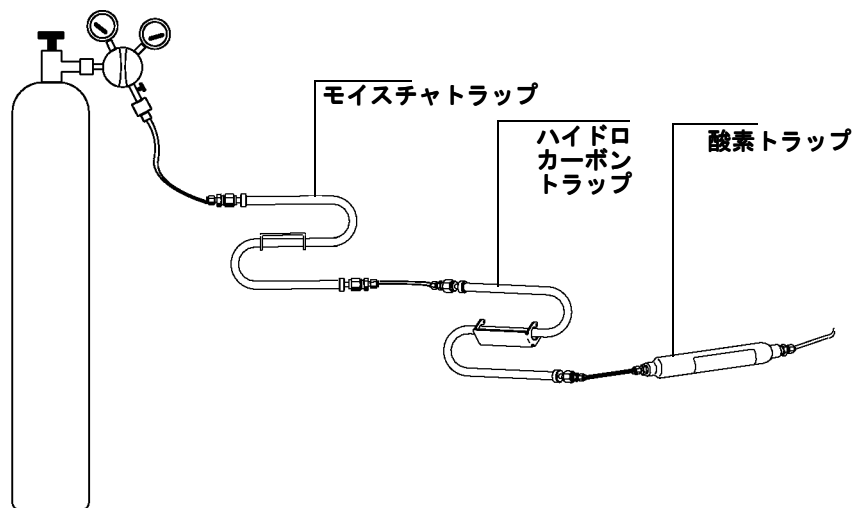

図 108. 配管図
1. ガス配管ラインのトラップを取り付ける箇所を決定します。推奨されるトラップ取り付け順序については、図 108 を参照して下さい。